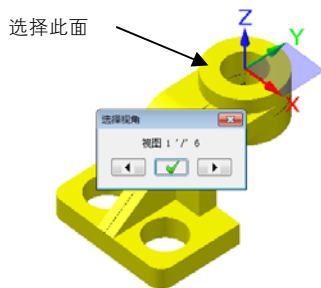
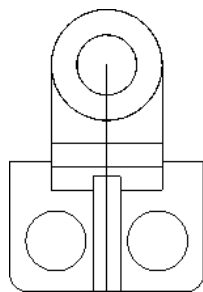

图 2-20 选择视角
图 2-21 按实体定义视角面
① 在状态栏中单击“屏幕视角”按钮，在弹出的下拉菜单中选择“按实体面定义视角”选项。
② 如图 2-20 所示，选择模型中圆柱的上表面，系统弹出“选择视角”对话框，选择一个合适的视角，单击对话框中的“确定”按钮 ，结果如图 2-21 所示。